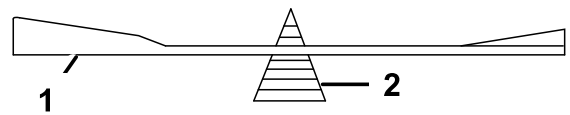

Figura 71
2. Controllate l'equilibrio della lama posizionandola su un bilanciatore (Figura 71).